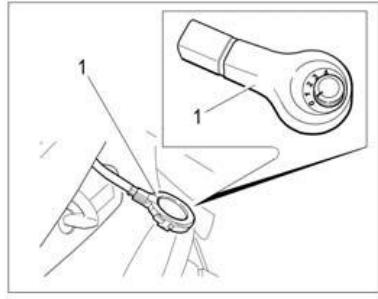

Рис. 20. «Датчик дождя»
**В вариантом исполнении** на части автомобилей установлен датчик («Датчик дождя») (рис. 20) системы автоматического управления очистителем ветрового стекла и системы автоматического управления внешним освещением.